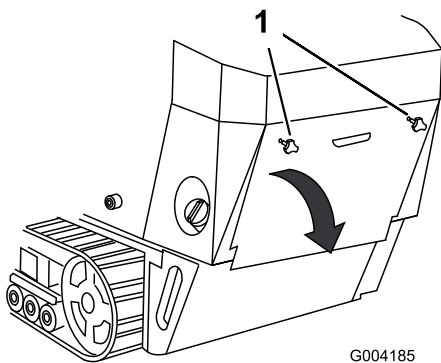

Bild 25
1. Schrauben Sie die zwei Handräder ab, mit denen die hintere Abdeckplatte an der Maschine befestigt ist (Bild 25).
2. Klappen Sie die hintere Abdeckplatte nach unten und nehmen sie ab, um die internen Teile zugänglich zu machen (Bild 25).